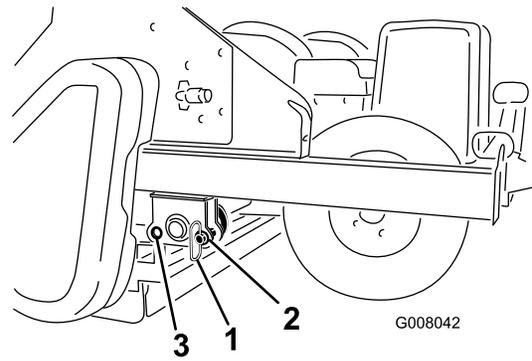

Bild 16
1. Nehmen Sie die Parkstifte aus dem hinteren Loch heraus (Bild 16).
2. Senken Sie den Prozessor langsam ab, bis er auf den Hinterrollen und Reifen aufliegt. Setzen Sie die Parkstifte in das vordere Loch ein (Bild 16).